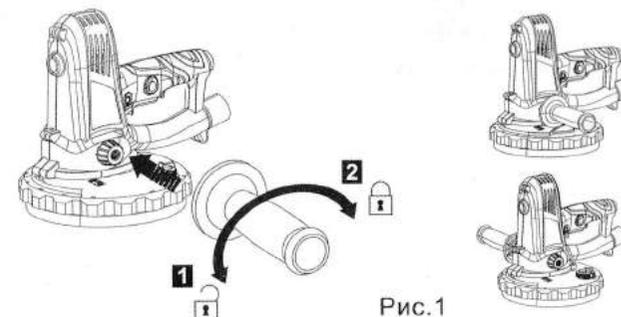

Рис. 1
1. Прикрутите вспомогательную ручку (9) по часовой стрелке к одному из монтажных гнезд (9а) (Рис. 1)
2. Проверьте, чтобы вспомогательная ручка (9) была надежно закреплена.